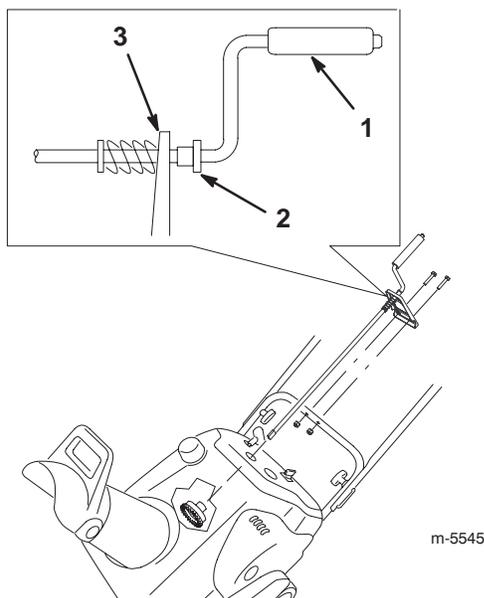

Figure 11
1. Insérez l'extrémité plate de la manivelle dans le trou du carénage tout en alignant le support de montage avec les trous de la partie inférieure du mancheron (Fig. 11).
2. Tournez lentement la manivelle jusqu'à ce que l'extrémité plate s'adapte à l'ouverture masquée de l'engrenage et que la couronne de l'éjecteur tourne aussi (Fig. 11).
3. Vérifiez que la bague en plastique est complètement insérée dans le trou du support de montage. Si ce n'est pas le cas, faites-la glisser le long de la manivelle et dans le trou (Fig. 11).
4. Fixez le support de montage au mancheron à l'aide de deux boulons et contre-écrous (Fig. 11).